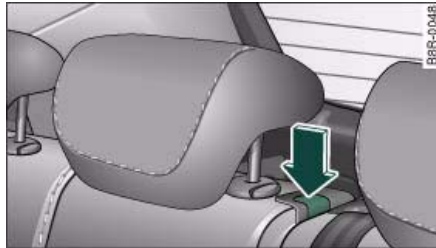

Fig. 86 Tecla de desbloqueo* de la parte central del respaldo
- Pulse la tecla de desbloqueo ⇒ *página 77*, fig. 86. La marca roja en la tecla de desbloqueo se puede ver.